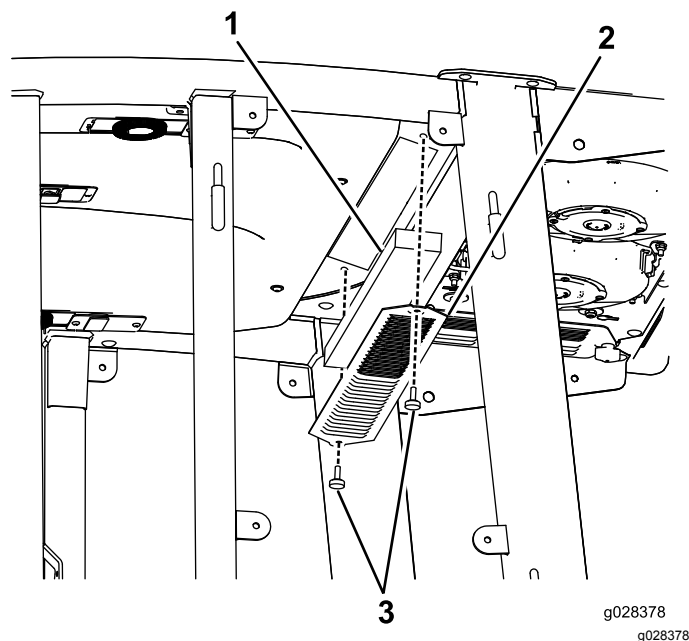
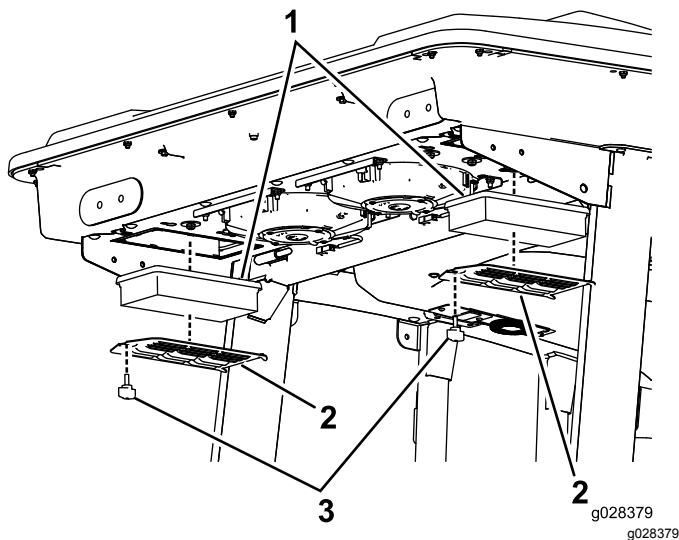
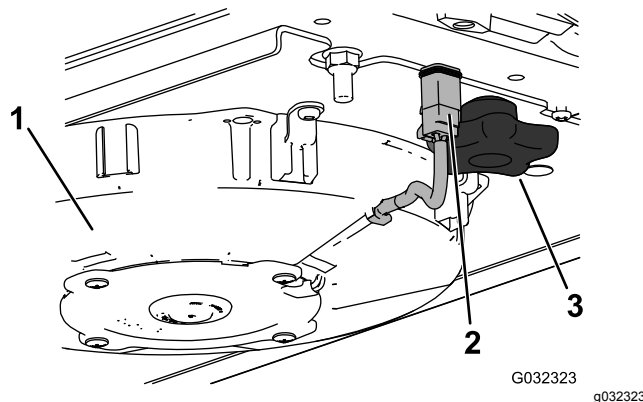
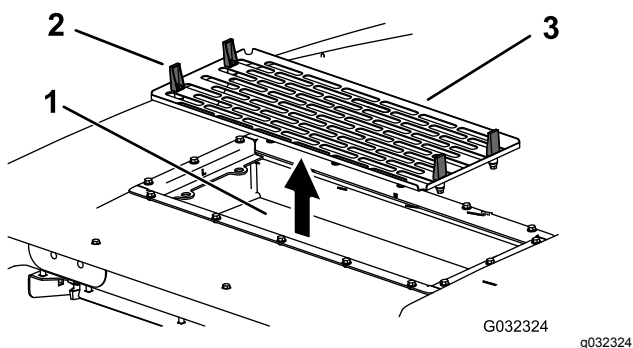

Figura 93
Figura 94
Figura 96
Figura 97
1. Rimuovete le viti e le griglie sia dal filtro dell'aria interno alla cabina, sia da quello sulla parte posteriore della cabina (Figura 93 e Figura 94).
5. Togliete i filtri dell'aria (vedere Figura 94).
7. Installate i filtri dell'aria, la griglia e il gruppo ventola (Figura 94, Figura 96 e Figura 97).
8. Collegate il filo per ciascuna ventola (Figura 96).